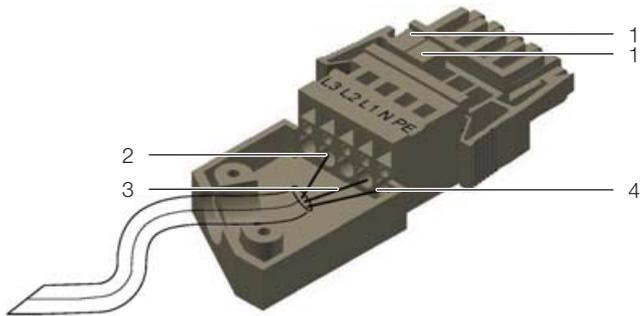

Abb. 45: Schema des Anschlusssteckers mit Zugentlastungsgehäuse
- Überbrücken Sie die Phasenanschlüsse am Anschlussstecker mit Hilfe der beiden mitgelieferten Brücken (Abb. 45, Pos. 1). Setzen Sie eine Brücke zwischen die Phasenleiter L1 und L2 und eine Brücke zwischen die Phasenleiter L2 und L3.